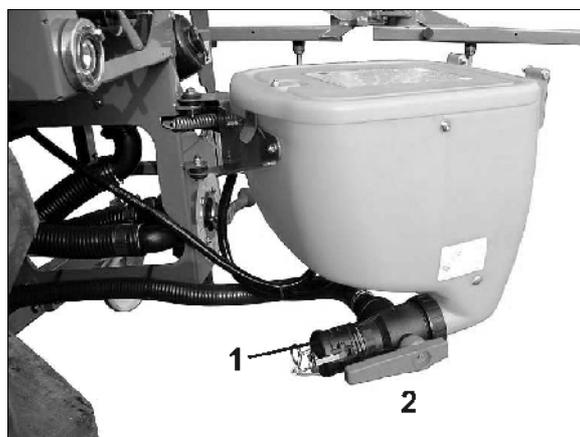

Fig. 109
7. Quite la caperuza (Fig. 109/1) en el grifo de conmutación Aspirar recipiente de llenado / Conexión de aspiración para recipiente de caldo de rociado. Gire el grifo de conmutación (Fig. 109/2) a la posición "Conexión de aspiración para recipiente de caldo de rociado ".